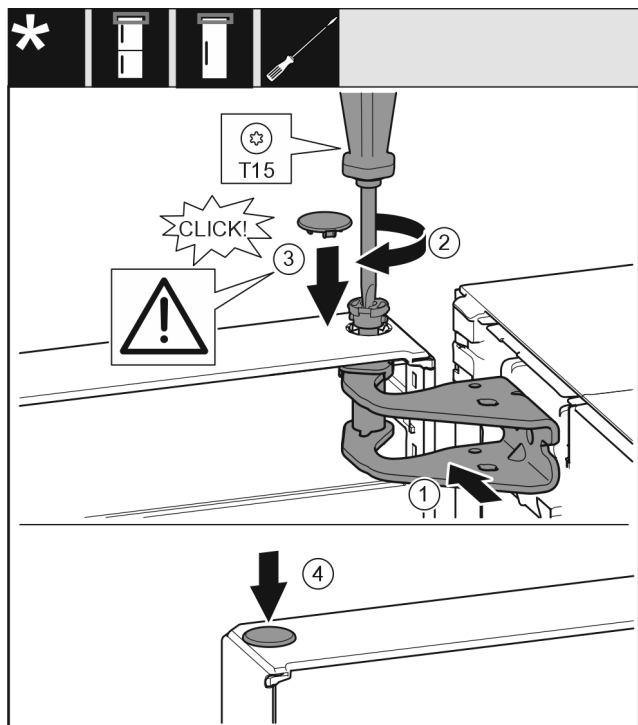

Fig. 26
- ▶ Igazítsa be az ajtót felül a csapágycak nyílásához Fig. 26 (1).
- ▶ Helyezze be a csapszeget Fig. 26 (2), és húzza meg csavarhúzóval.
- ▶ Szerelje fel az ajtót biztosító biztonsági fedelet Fig. 26 (3): Helyezze fel a biztonsági fedelet, és ellenőrizze, hogy felfekszik-e az ajtóra. Egyébként a csapszeget teljesen helyezze be.
- ▶ Helyezze be a dugót Fig. 26 (4).